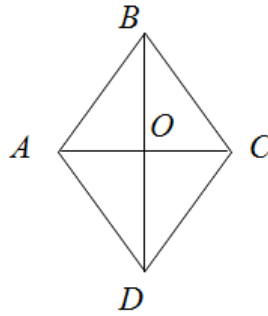

Рис.3 Ромб.
5. Что у ромба равно (Рис.3)?
6. Что у ромба перпендикулярно (Рис.3)?